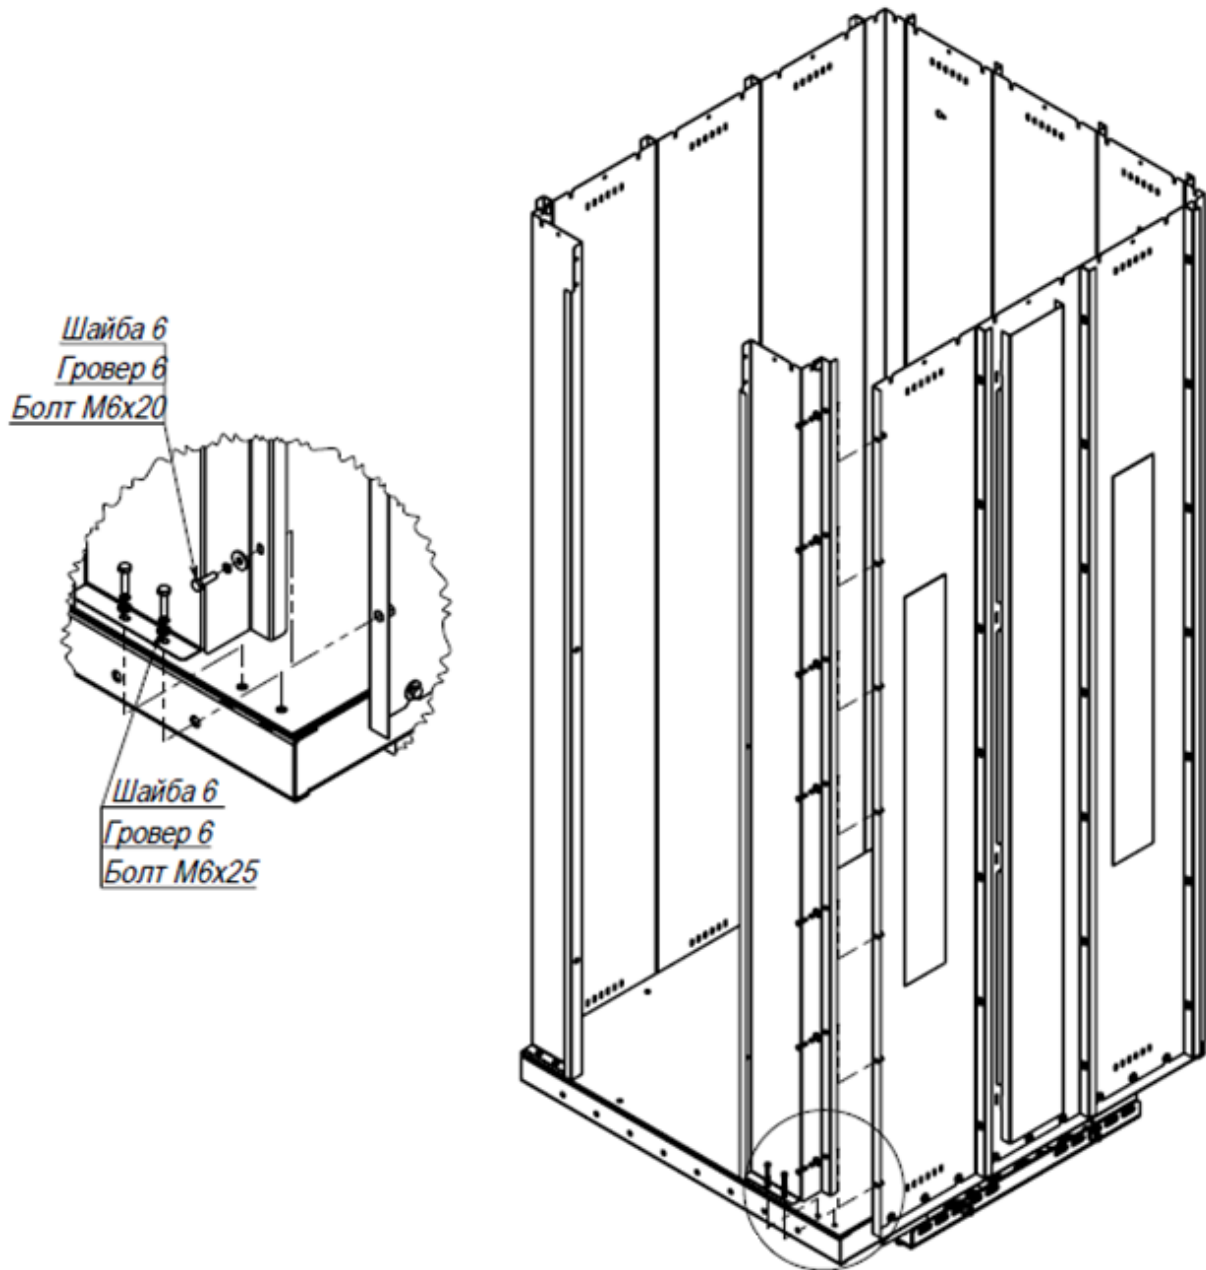

Рис.34
7.4.8. Установить правую стойку проема купе согласно чертежу (рис. 34).